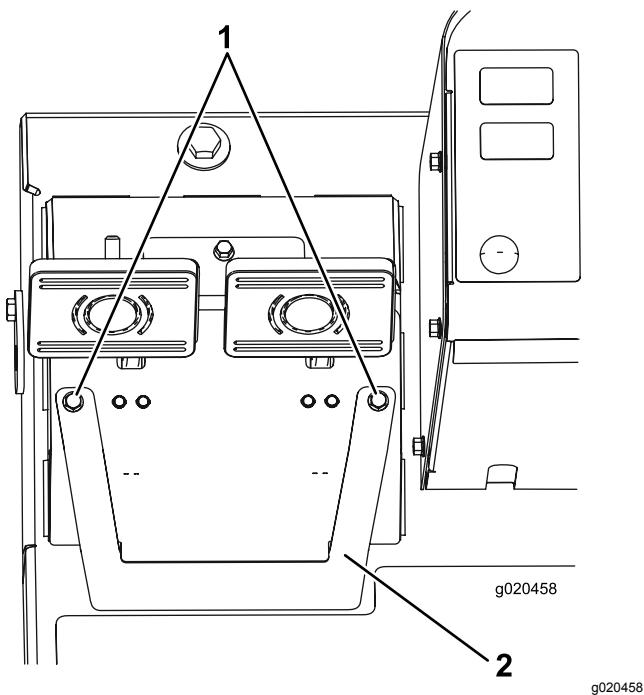

Bild 91
- A. Lösen Sie die zwei Befestigungsschrauben und nehmen die Bremseinstellabdeckung ab (Bild 91).